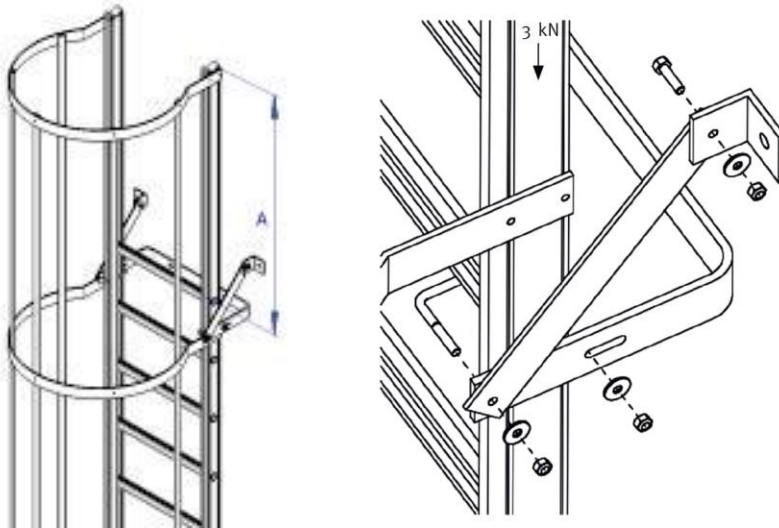
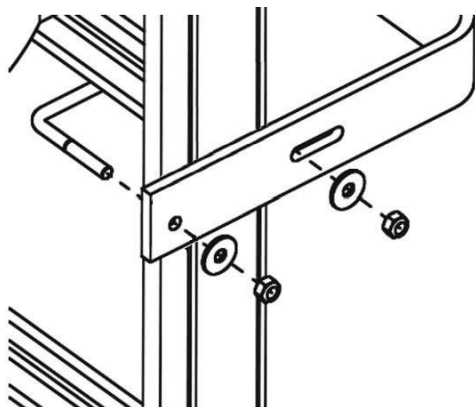

Abbildung 1
Abbildung 2
- Wählen Sie das richtige Befestigungsmaterial. Bei der Berechnung der Festigkeit der Verankerung ist eine Kraft von 3 kN in jedem Stil zu berücksichtigen, die in Richtung der Mittellinie wirkt (siehe Abbildung 1). Die Verankerung und ihre Verbindungen sollten in der Lage sein, eine Last von 3000N pro Pfosten zu tragen. Es können maximal 4 Verankerungen in Betracht gezogen werden.
Jede "schwimmende" Leiter, die nicht auf einem Fundament ruht, muss mit mindestens einem Aufhängungstragesatz wie in Abbildung 1 dargestellt montiert werden. Ein Aufhängestützensatz besteht aus einem Wandstützensatz gemäß Abbildung 2, mit 2 abgewinkelten Streben und 2 abgewinkelten Leinen zur Befestigung an der dahinter liegenden Wand. Montieren Sie das Aufhängungsträgerset an der Unterseite des Ausstiegsbereichs (A).